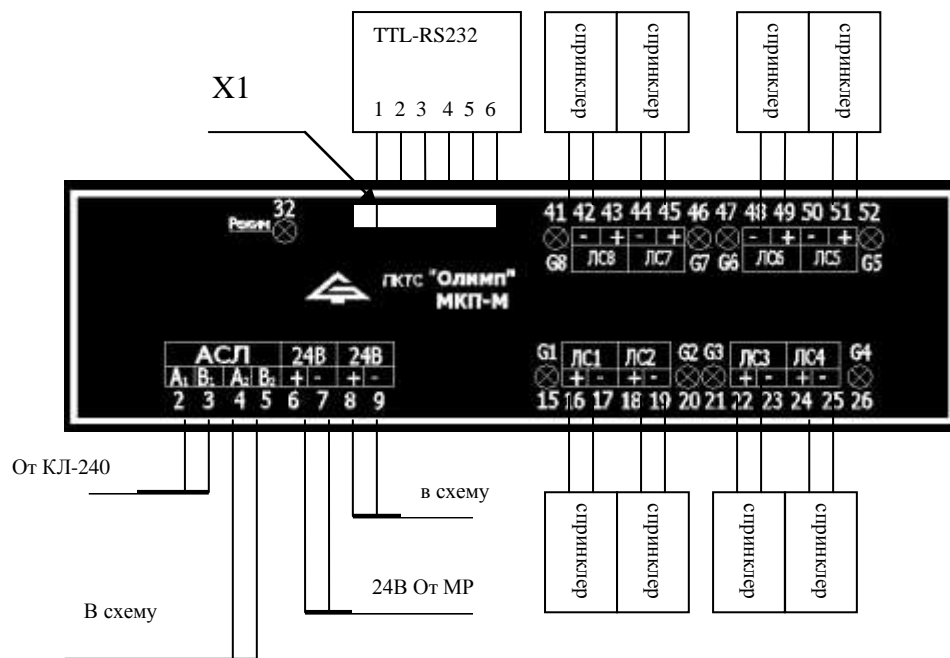

Рис. 5. Схема штатного включения МКП-М
- Схема, представленная на Рис. 5, является схемой штатного включения МКП-М. После включения необходимо проконтролировать работу МКП-М по свечению индикаторов согласно таблице 3 настоящего паспорта в различных режимах работы изделия и правильно-сти передаче данных на КЛ-240.